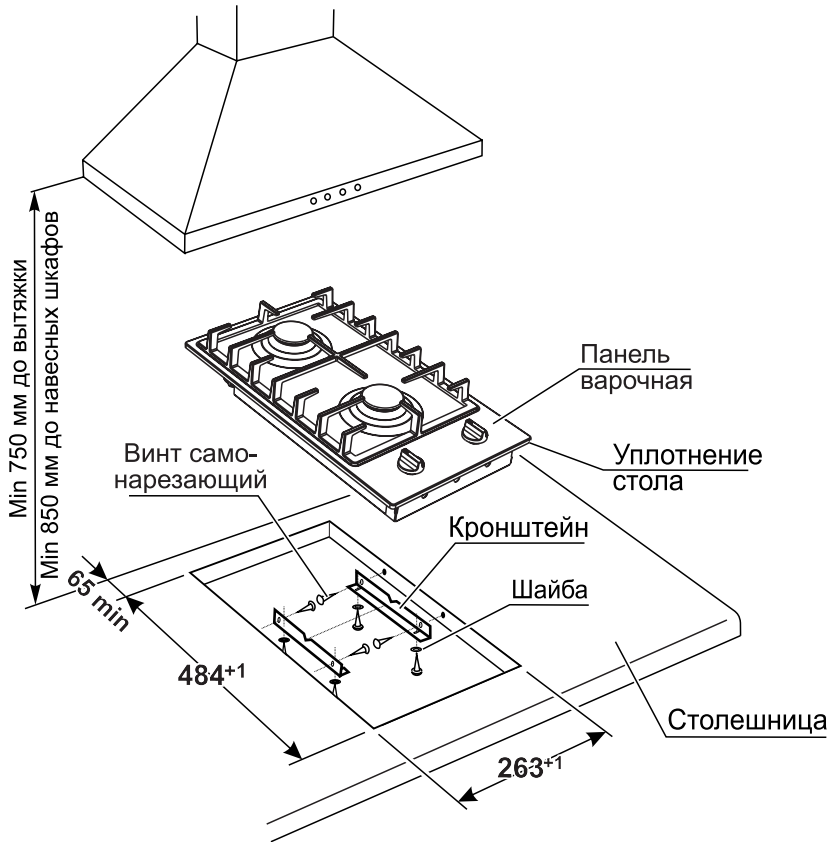

Рис. 8 ПВГ 1001, ПВГ 1002, ПВГ 1003
1. Точно разметить на столешнице контур проема под варочную панель в соответствии с рис. 8, 9, 10, 11.